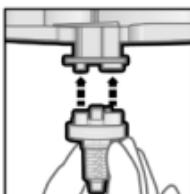

Fig. 2
3. Amplasați unul din vârfurile de mixare Dynamix închise, peste orificiul de evacuare al cartușului. (Fig. 2)